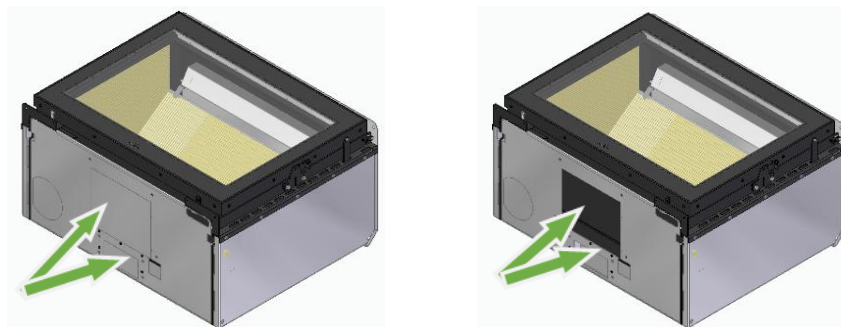

Figura 47 – Desmontaje del kit de ventilación
a. En estos modelos, el kit de ventilación se coloca debajo de la unidad. Para acoplar el kit de ventilación opcional, primero debe romper las microjuntas de la parte inferior con un martillo para poder acoplar el ventilador y los accesorios del kit de ventilación, véase la Figura 47.